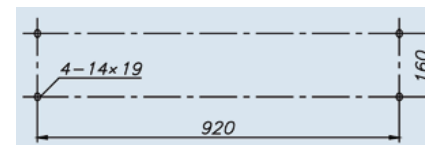

Рис. 6.5 Выключатель с разъединителем
6.5 Выключатель с разъединителем (см. рис. 6.5)